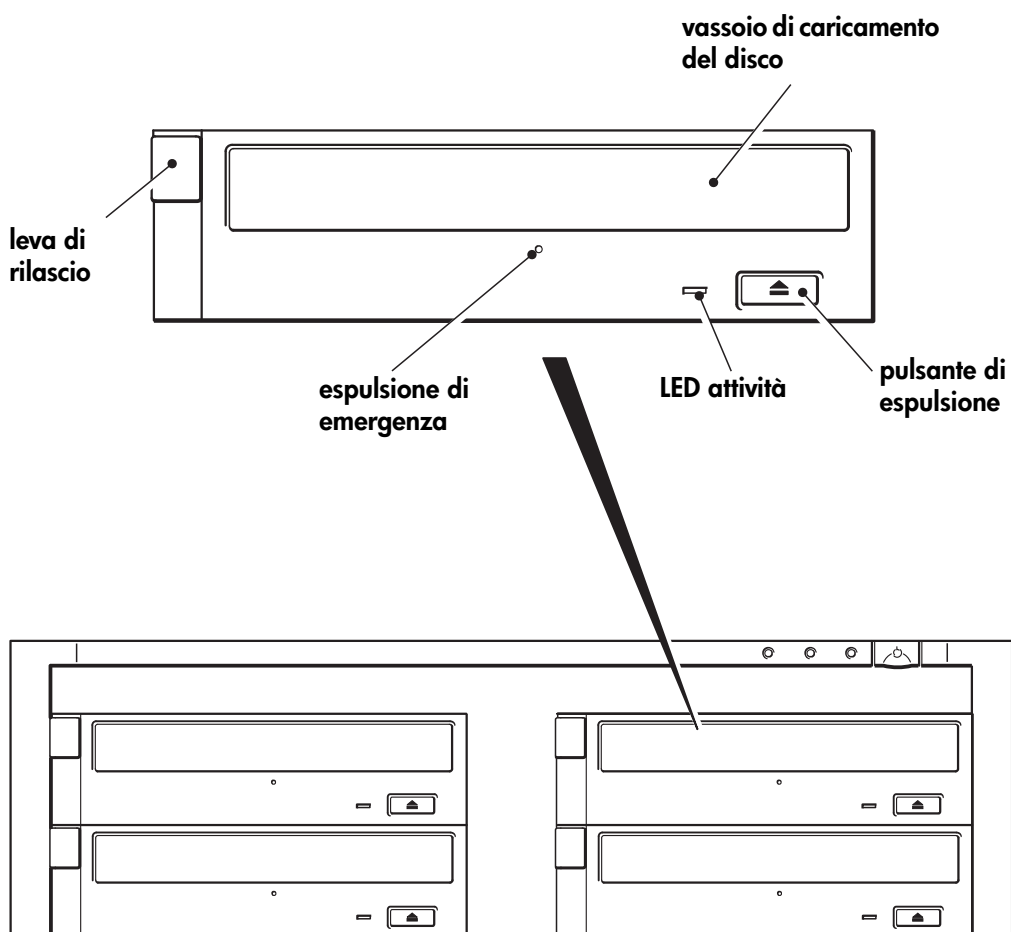

Figura 3: controlli e indicatori dell'unità DVD+RW
Il pannello presenta un solo LED, come mostrato nell'illustrazione (vedere la figura 3).
- 2 Individuare il piccolo foro per l'espulsione di emergenza sotto il vassoio di caricamento del disco. Vedere la figura 3 a pagina 10.